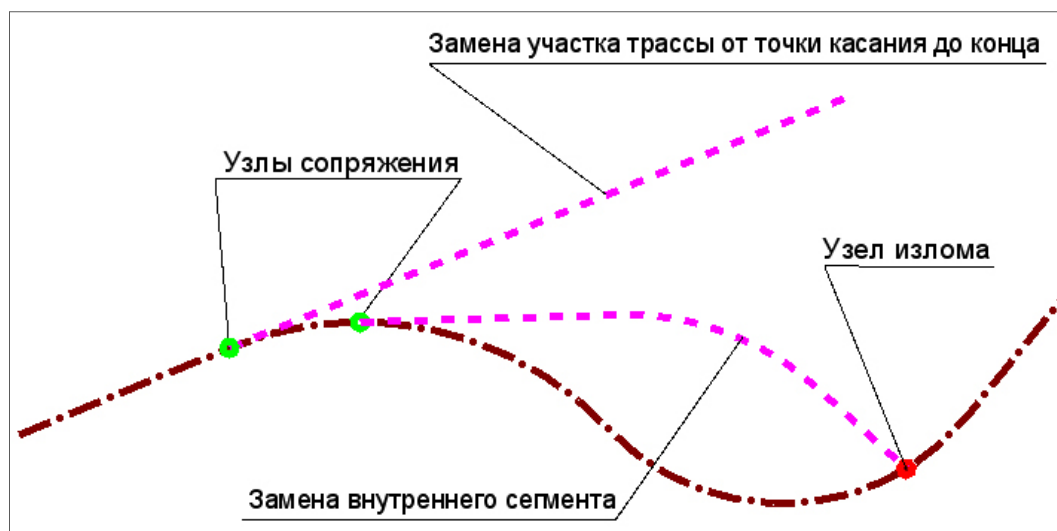
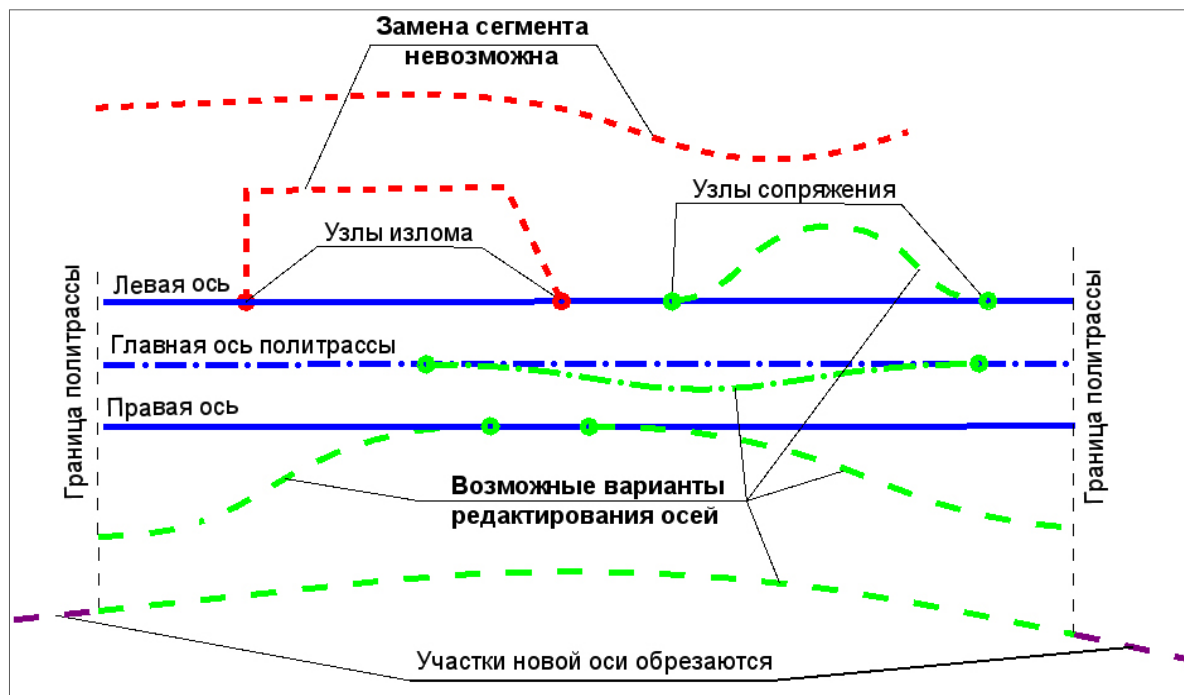

Рис. 1. Замена сегмента на монотрассе
Рис. 2. Варианты замены сегмента и всей оси направления на политрассе
Для замены сегмента необходимо наличие одной или двух точек касания в начале и/или в конце врезаемой маски для монотрассы (рис. 1) и для осей направлений политрассы (рис. 2).
3. Для главной оси политрассы точек касания всегда должно быть две (рис. 2).
4. Для монотрассы в точках касания допускается излом (рис. 1), а для политрассы – только гладкое или негладкое сопряжение (рис. 2).
5. Можно выполнить полную замену осей направлений политрассы или, другими словами, отдельное проектирование этих осей. В таком случае точек касания не требуется. Но необходимо соблюдать следующее условие: проекция новой оси на главную ось политрассы должна совпадать с ней или быть длиннее, т.е. выходить за границы главной оси с одной или с двух сторон (рис. 2).
6. Если новая трасса АД, созданная для замены одной из осей направлений, выступает за границы главной оси политрассы, то при применении лишние участки будут автоматически обрезаны (рис. 2).